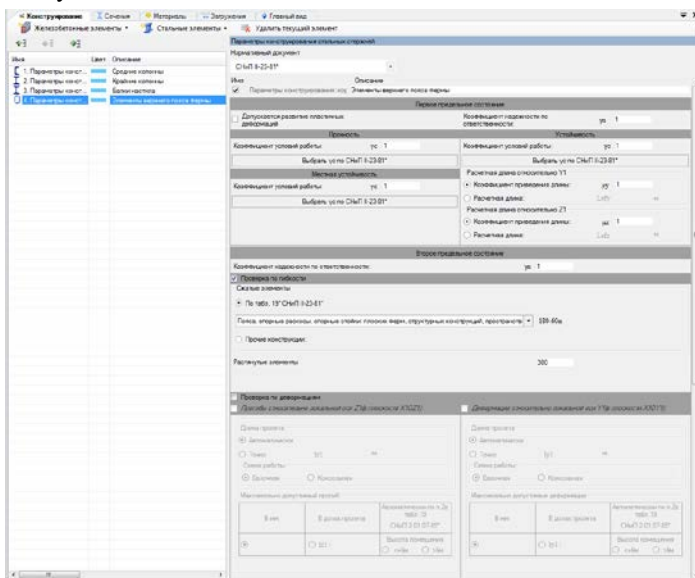

Рис. 154. Редактор параметров конструирования элементов верхнего пояса фермы
- В разделе **Первое предельное состояние** задайте (рис. 154): коэффициент надежности по ответственности $\gamma_n = 1$; коэффициент условий работы по прочности $\gamma_c = 1$; коэффициент условий работы по местной устойчивости $\gamma_c = 1$; коэффициент условий работы по устойчивости $\gamma_c = 1$; коэффициент приведения длины относительно $Y1$, $\mu_y = 1$; коэффициент приведения длины относительно $Z1$, $\mu_z = 1$.